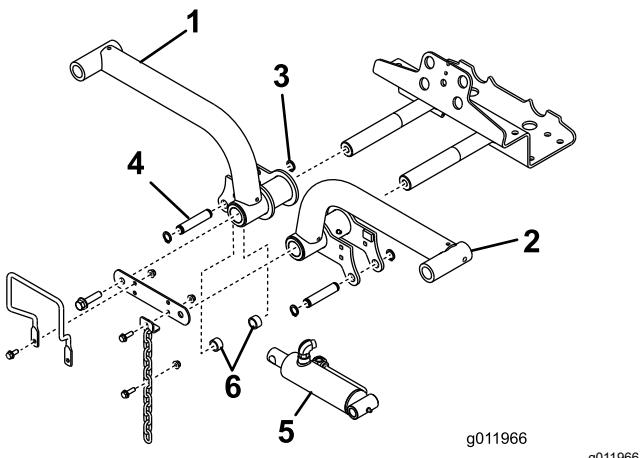

Figure 15
- Insérez les bras de levage sur les axes de pivot (Figure 15), et fixez chacun d'entre eux avec une biellette et les boulons retirés précédemment.
- Fixez l'extrémité droite du vérin de levage au bras de levage droit avec une goupille et 2 entretoises (Figure 15). Fixez l'ensemble avec un circlip.